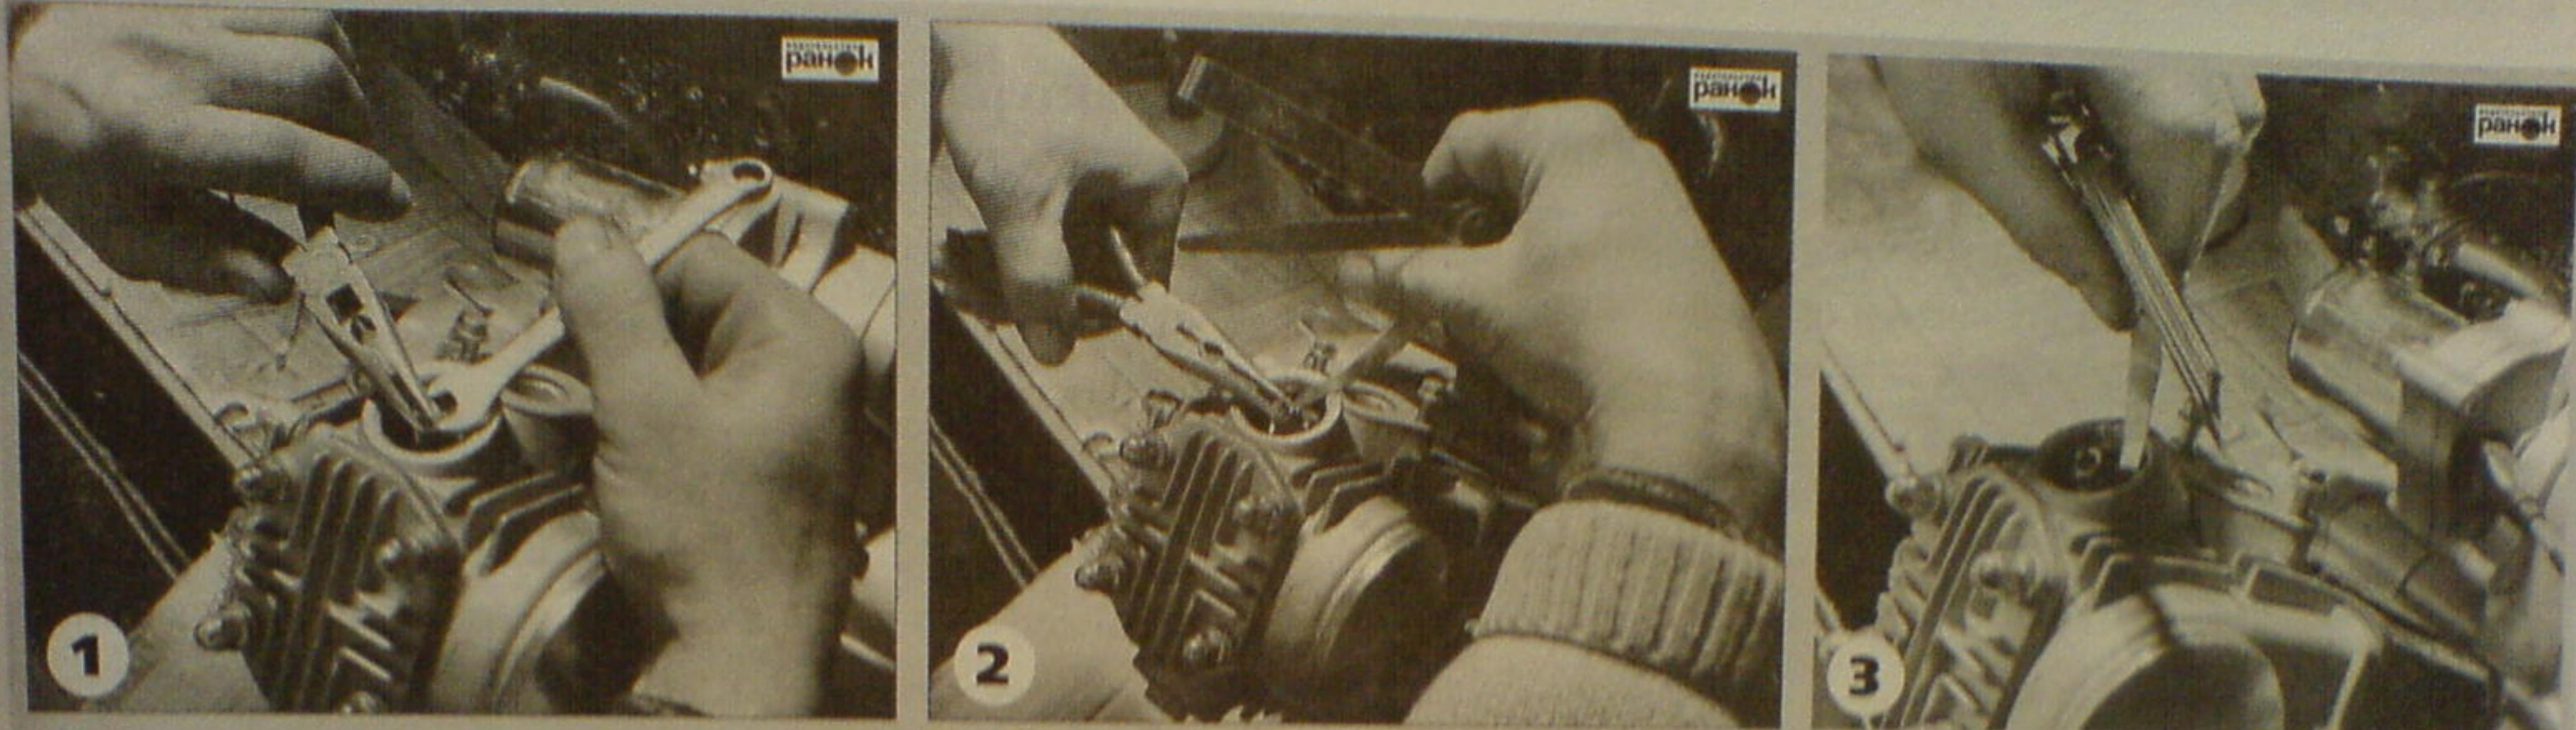

Рис. 24. Регулировка тепловых зазоров клапанов
- вставить по очереди щупы различной толщины (изгибая их при необходимости) в зазор между торцом клапана и расположенным на коромысле регулировочным винтом привода ГРМ (рис. 24).